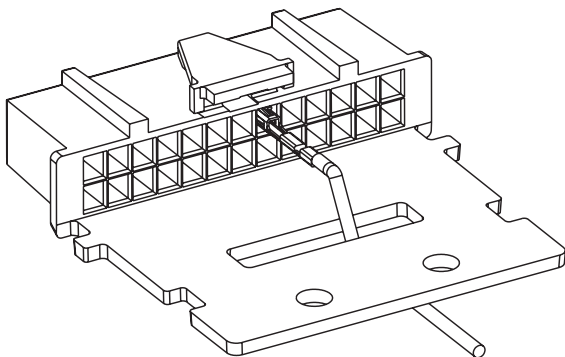

Figura 1a. Dispositivo antitrazione per fili
6. Cablare i fili attraverso il connettore, come illustrato nella *Figura 1a*; alternativamente, se alla radiomobile sono collegati più accessori, cablare i fili come descritto nella *Figura 1b*, quindi, dopo aver completato l'operazione descritta al punto 7, fissarli con una fascetta per cablaggio.